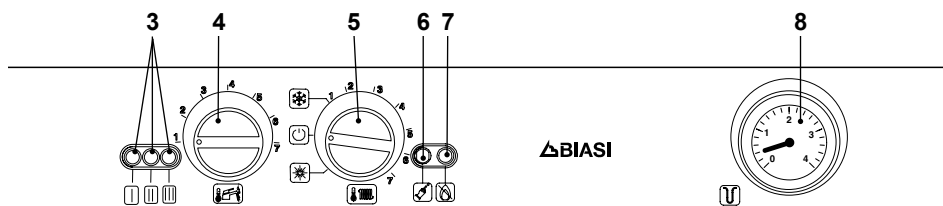

Figura 1.3
- La lampada segnalazione blocco 7 in Figura 1.3 è accesa.